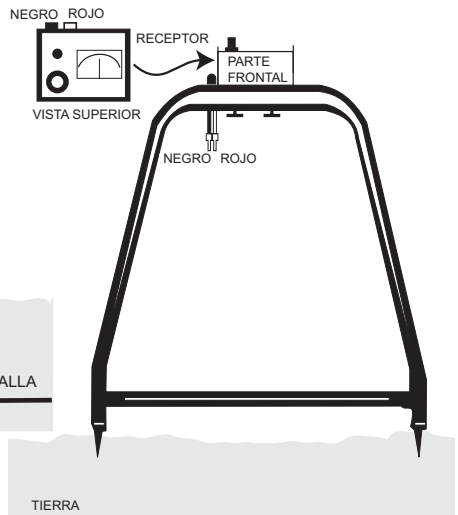

Figura 2. Instalación del Receptor
3. Con el transmisor apagado, acople el receptor al Bastidor "A" y conecte los cables de prueba del Bastidor "A" del receptor a los conectores de entrada del receptor – el cable de prueba negro al conector negro y el cable de prueba rojo al conector rojo. (Véase la Figura 2).